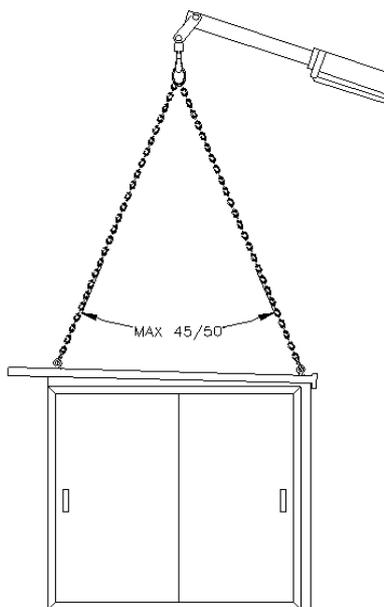

Fig.1
- utilizzo di catene di lunghezza adeguata a formare un angolo massimo compreso tra 45-50° (fig.1)
- use of chains of adequate length to form a maximum angle between 45-50 ° (Fig.1)